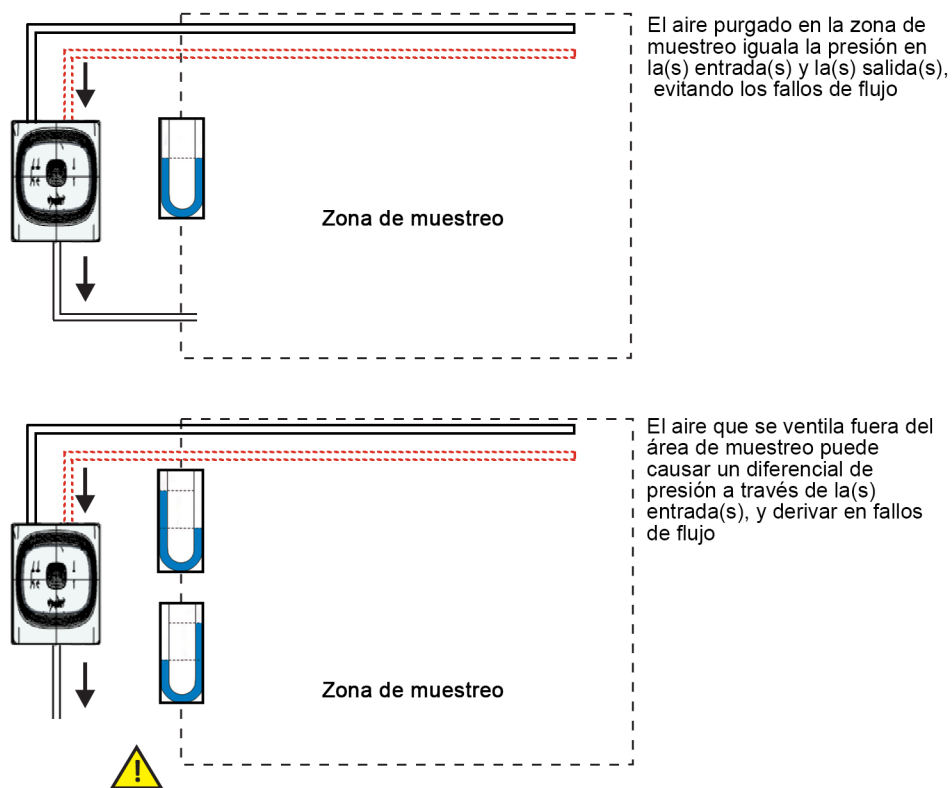

Figura 3-7: Cuestiones sobre las tuberías
3. Siempre que el FAAST FLEX direccionable se instale fuera de la zona de riesgo, se recomienda que el aire de salida del aparato vuelva a la zona de riesgo. Esto reducirá los fallos de flujo causados por las diferencias de presión (véase la Figura 3-7).